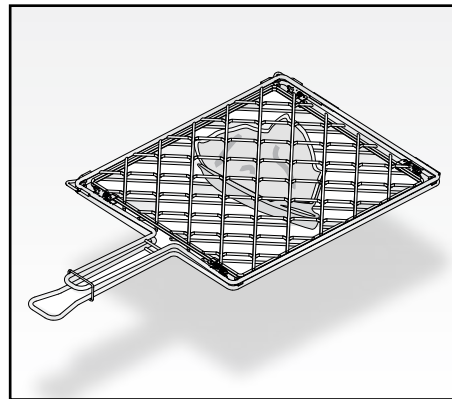

Fig. 3
- Durante il riscaldamento delle piastre potete inserire i cibi da cuocere nella griglia (16). Per una cottura perfetta ed omogenea, si consiglia di porre gli alimenti da cuocere al centro della griglia (16) e chiudere perfettamente con il relativo anello (Fig. 3).
- La griglia (16) dispone di molle (15) grazie alle quali adatta la distanza delle due piastre in base allo spes-